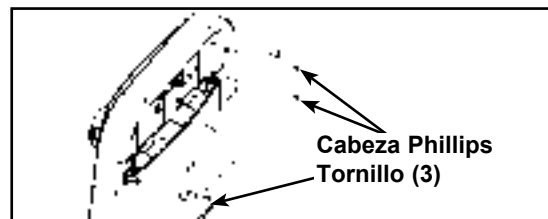

Figura 2
- E. Quitar los tres tornillos principales Phillips asegurar el superior cubierta (trasera) y cuidadosamente quitar la cubierta. Ver Figura 2.